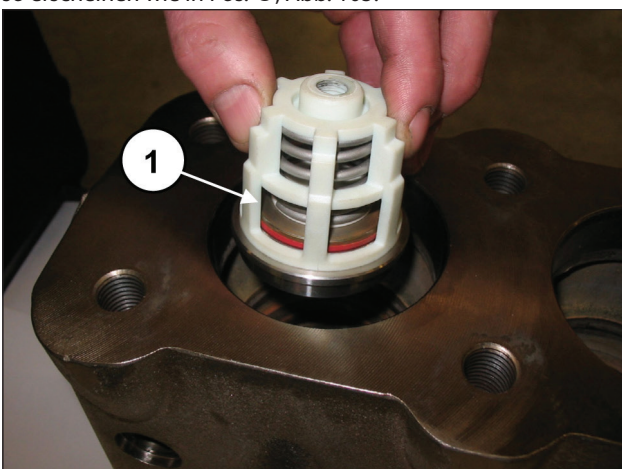
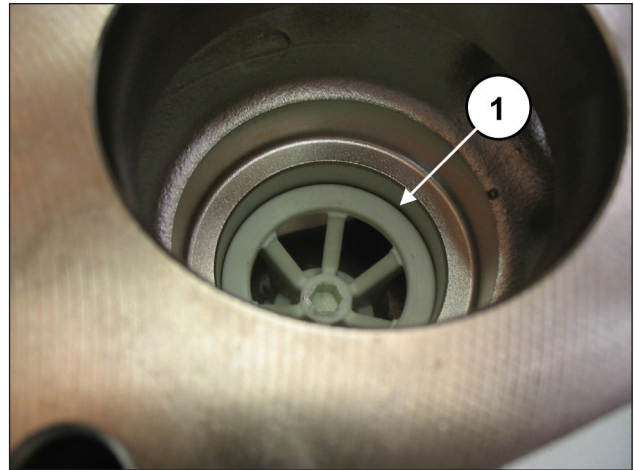

Abb. 104
Abb. 105
Setzen Sie die Saugventilgruppe (Pos. ①, Abb. 104) und anschließend das Distanzstück ein (Pos. ①, Abb. 105).
Die komplette Ventilgruppe muss bündig eingesetzt sein und so erscheinen wie in Pos. ①, Abb. 105.